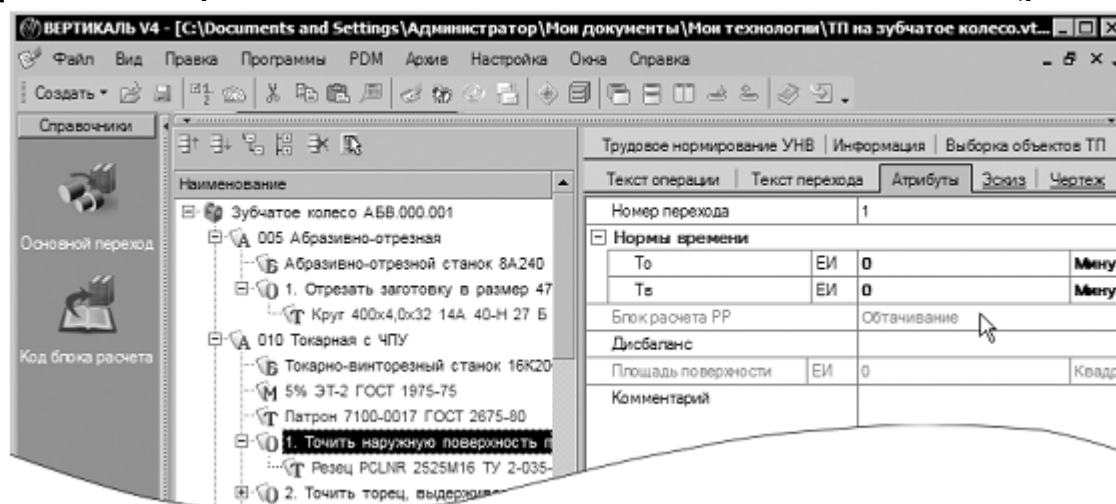

Рисунок 11
2. Перейдите на вкладку Атрибуты перехода 1 и убедитесь, что в строке Блок расчета PP появилось слово «обтачивание» (рис. 11).